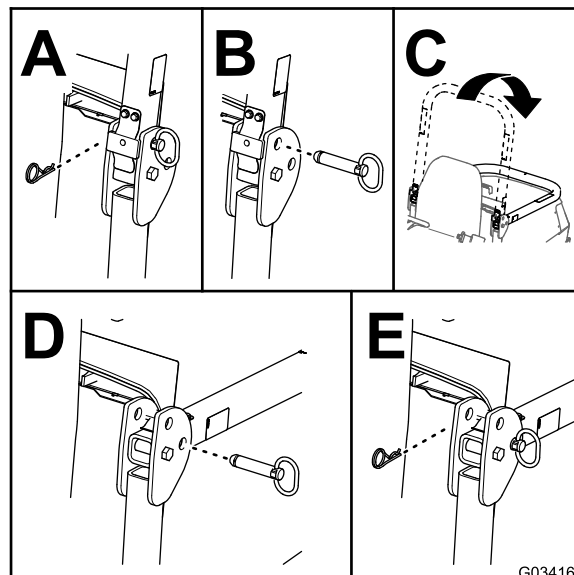

Figura 28
2. Togliete le coppiglie e i perni dal roll bar (Figura 28).
3. Abbassate il roll bar e fissatelo in posizione con i perni e le coppiglie (Figura 28).